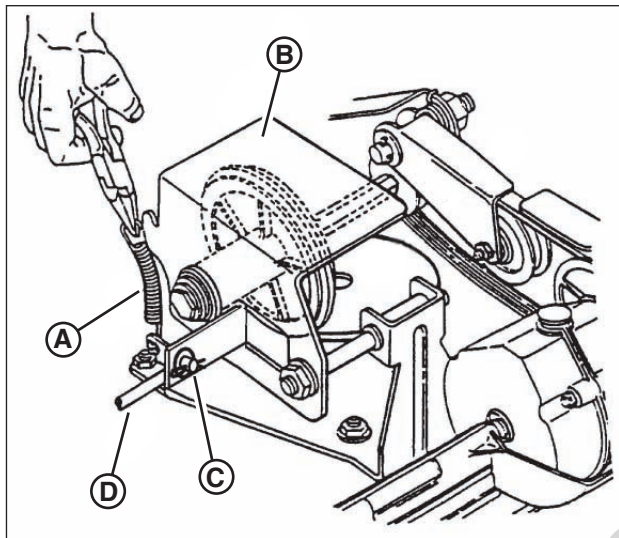

Figure 27: Réglage du disque entraîné
- Retirez le ressort de disque entraîné (**A**, **Figure 27**) de l'ensemble du disque entraîné (**B**). Retirez également la goupille et la rondelle (**C**) de la tige de transfert (**D**), puis retirez l'extrémité de tige de transfert de l'orifice dans l'ensemble du disque entraîné.
- Retirez la goupille et la rondelle (**C**, **Figure 27**) de la tige de transfert (**D**), puis retirez l'extrémité de tige de transfert de l'orifice dans l'ensemble du disque entraîné.